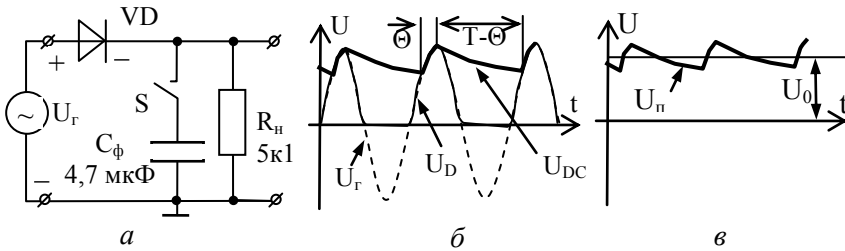

Рис. 16. Однополупериодный выпрямитель:
На рис. 16 изображена схема однополупериодного выпрямителя. Полупроводниковый диод VD обладает односторонней проводимостью и проводит ток только в тот полупериод переменного напряжения, который соответствует полярности, обозначенной на рисунке знаками "+" и "-". Если ключ S выключен, то напряжение U_D на резисторе нагрузки R_n будет соответствовать верхней половине напряжения генератора U_T (рис. 16, б – тонкая сплошная линия).
R_n будет таким, как показано на рис. 16, б жирной линией. Выпрямленное напряжение можно представить в виде суммы постоянного напряжения U_0 и напряжения пульсации U_n (рис. 16, в).
2. Выпрямленное напряжение **при наличии C_ϕ** . Если бы сопротивление нагрузки R_n отсутствовало, то конденсатор фильтра зарядился бы до амплитудного значения и выпрямленное напряжение U_0 было бы равно амплитудному $U_0 = U_a$. Наличие нагрузки приводит к тому, что за время $t = T - \Theta$ (рис. 16, б) конденсатор успевает частично разрядиться в соответствии с законом $U(t) = U_a \exp(-t/R_n C_\phi)$. Очевидно, чем больше частота, тем меньше время